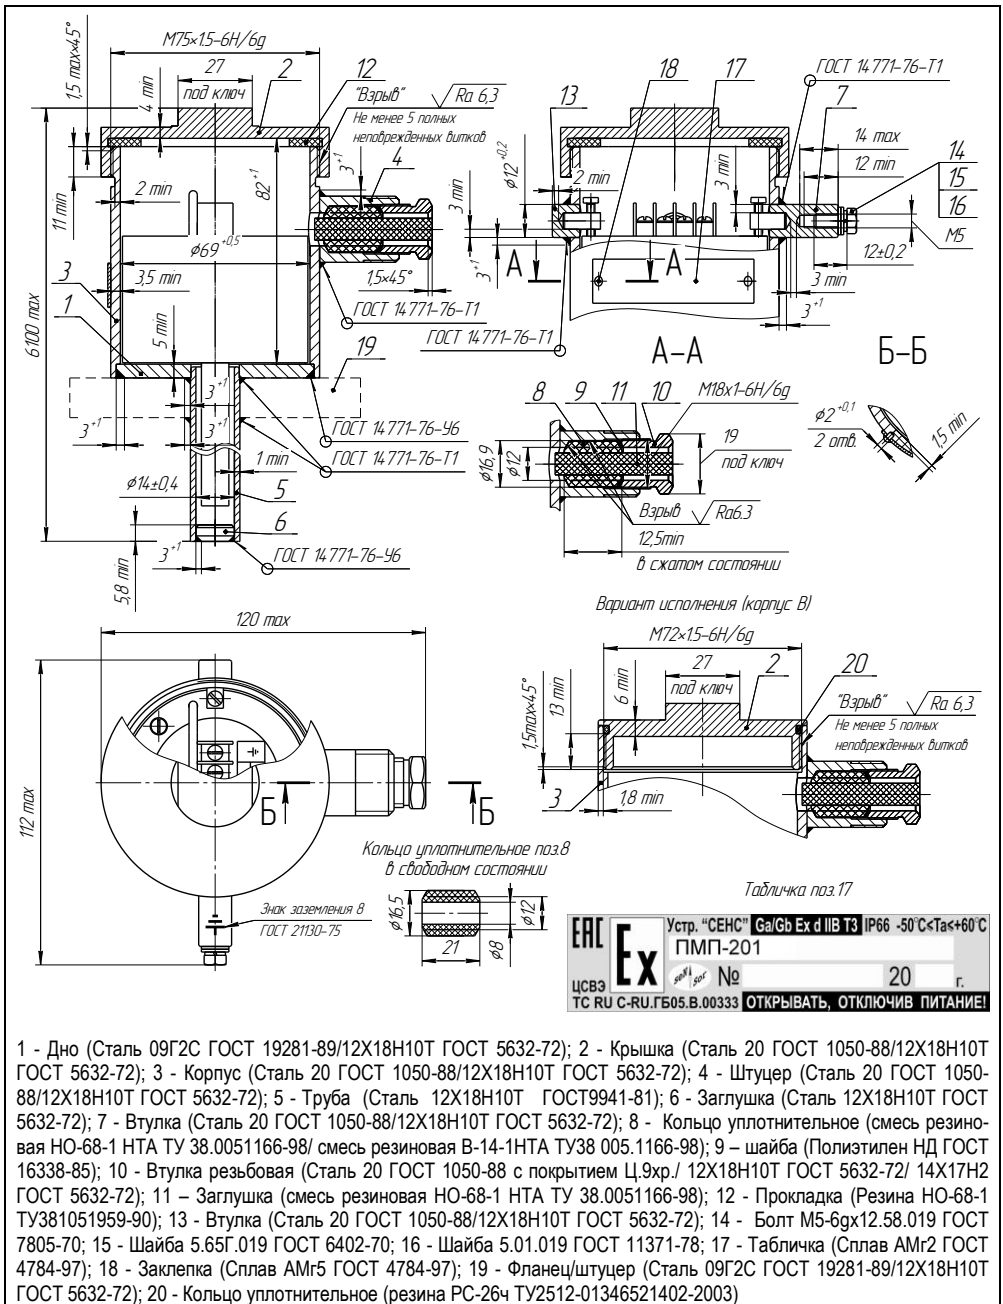

Рисунок 12 – Чертеж средств взрывозащиты для преобразователя со сварным корпусом
1.7.5 Герметичность оболочек со сварными корпусами А и В обеспечивается применением прокладки 12 и кольца уплотнительного 20 соответственно в крышке 2 (см. рисунок 12), герметичностью кабельных вводов. Герметичность оболочек с корпусами С (Е) обеспечивается применением уплотнительных колец: 13 - в крышке 2; 14 - в штуцере кабельного ввода 4 и заглушке 7; 15 - во втулке 3 (см. рисунок 13), а так же герметичностью кабельных вводов.
1.7.9 На корпусе преобразователя имеется табличка 17 (корпус А, В, рисунок 12), 19 (корпус С (Е), рисунок 13) с маркировкой, выполненной в соответствии с 1.6. Табличка содержит предупреждающую надпись: «ОТКРЫВАТЬ, ОТКЛЮЧИВ ПИТАНИЕ!»